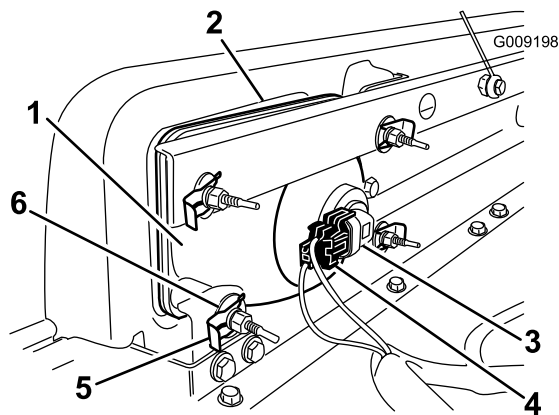

Рисунок 34
2. Снимите фару в сборе, подавая ее вперед через отверстие в переднем бампере (Рисунок 34).
3. Вставьте новую лампу через отверстие в бампере (Рисунок 34). Убедитесь в том, что регулировочные стойки выровнены с отверстиями в монтажном кронштейне в бампере.